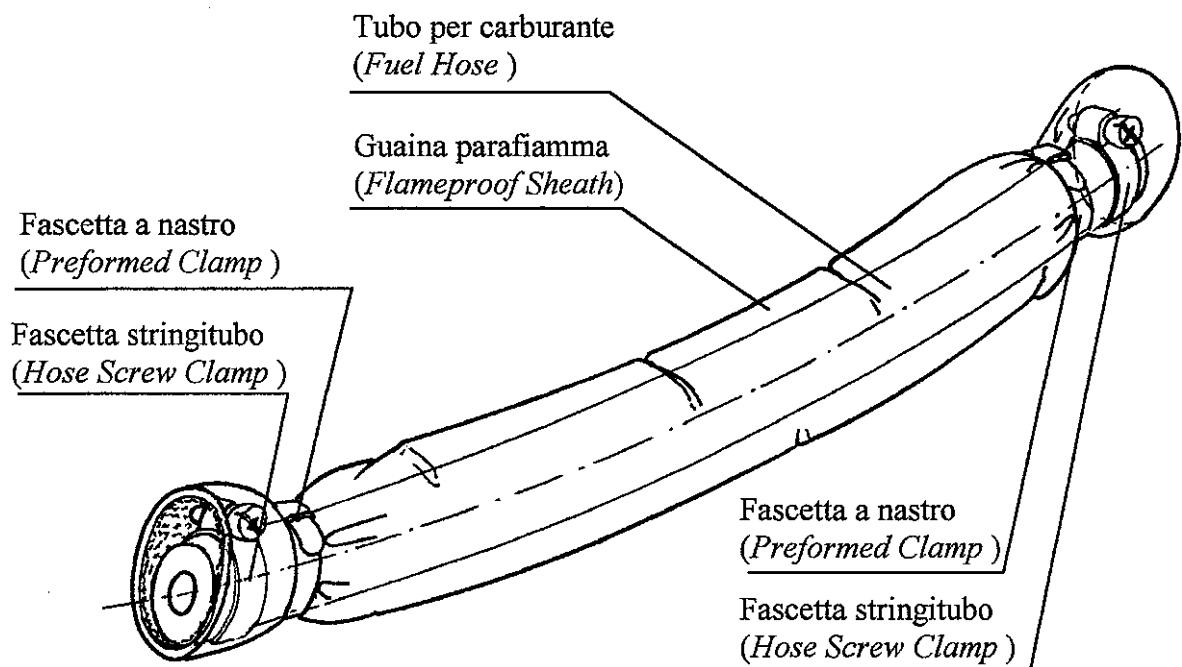

Fig. 5
- 13) Applicare i 3 segmenti di guaina ai rispettivi spezzoni di tubo (vedi fig. 6, componenti n° 2 e 5, 3 e 7, 8 e 9), assicurandoli con le fascette a nastro fornite (vedi fig. 5, componenti n°1 in fig. 6); utilizzare delle comuni pinze per stringere tali fascette (fare attenzione a lasciare spazio sufficiente per l'agevole inserimento delle fascette stringitubo).
- 14) Collegare i 3 spezzoni di tubo inguinati al raccordo a tre vie (componente n°6 in fig. 6, fornito con il presente SB) come indicato in fig. 6, posizionando preventivamente le fascette stringitubo in corrispondenza di ciascun estremo (vedi anche fig. 5).
- 13) Apply the 3 sheath segments to the relevant hose pieces (see fig. 6, components n° 2 and 5, 3 and 7, 8 and 9), securing them with the supplied preformed clamps (see fig. 5, components n°1 in fig. 6); use common pliers to tighten these clamps (be careful to leave enough space for the easy placement of the hose screw clamps).
- 14) Connect the 3 sheathed hose segments to the "Tee" fitting (component n° 6 in fig. 6, supplied with this SB), as indicated in fig. 6, preventively placing the hose screw clamps at each segment end (see also fig. 5).